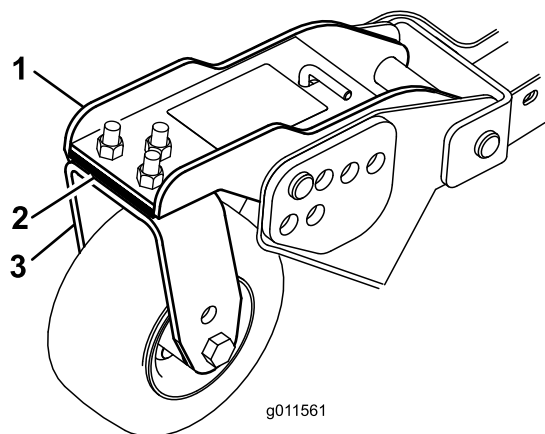

Figure 31
3. Ajoutez ou retirez des cales de 3 mm ( $\frac{1}{8}$  po) sur le(s) bras pivotant(s) avant pour que la hauteur de coupe corresponde à celle indiquée sur l'autocollant (Figure 31).
3. Si le bord intérieur de l'unité de coupe latérale est trop élevé par rapport au bord extérieur de l'unité de coupe avant, retirez une cale de 3 mm ( $\frac{1}{8}$  po) au bas du bras de la roue pivotante intérieure avant de l'unité latérale (Figure 31).